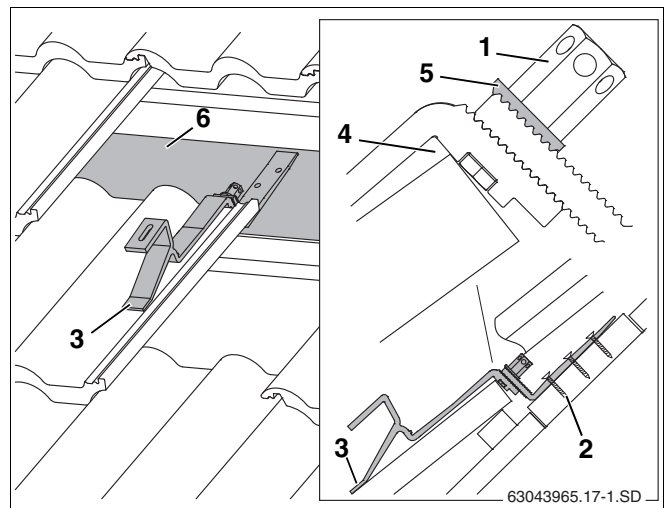

Рис. 15 Установленный кровельный крюк (для наглядности изображены не все элементы черепицы)
- ▶ Установите переднюю подпорку на черепицу таким образом, чтобы она при нагрузке легла во впадину черепицы (рис. 15, **поз. 3**).
При этом должен быть зазор между кровельным крюком и верхним краем черепицы (рис. 15, **поз. 4**). При необходимости подгоните черепицу сверху.
- ▶ Нижнюю часть кровельного крюка сдвиньте вниз настолько, чтобы он прилегал к стропилам или к доске/брусу (рис. 15, **поз. 6**).
Зубчатая подкладная шайба (рис. 15, **поз. 5**) должна войти в зацепление с нижней частью кровельного крюка.
- ▶ Затяните высокие гайки (рис. 15, **поз. 1**). Для этого вставьте ключ SW 5 в отверстие гайки и поверните его.
- ▶ Прикрепите нижнюю часть кровельного крюка шурупами к стропилам минимум в первом (рис. 15, **поз. 2**) и втором отверстиях.